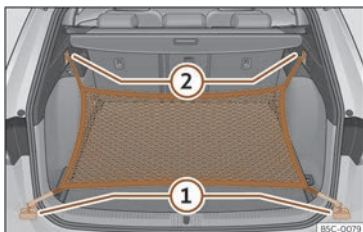

Abb. 197 Im Gepäckraum: Ösen ① und Haken ② zum Einhängen des Gepäcknetzes.
- Hängen Sie die kurzen Haken des Netzes in die Verzurrösen ein >>> (Abb. 197) ① >>> ⚠. Der Reißverschluss des Gepäcknetzes muss dabei nach oben zeigen.
- Befestigen Sie die Spanngurte in den Taschenhaken ②.